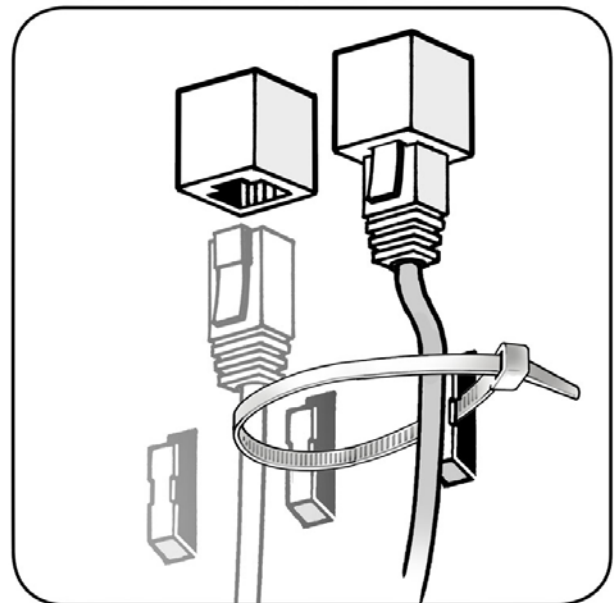

Ilustración 2.19 Apriete con una brida para cables
4. Sujete los cables con las bridas para cables para garantizar una conexión duradera. Consulte *Ilustración 2.19*.